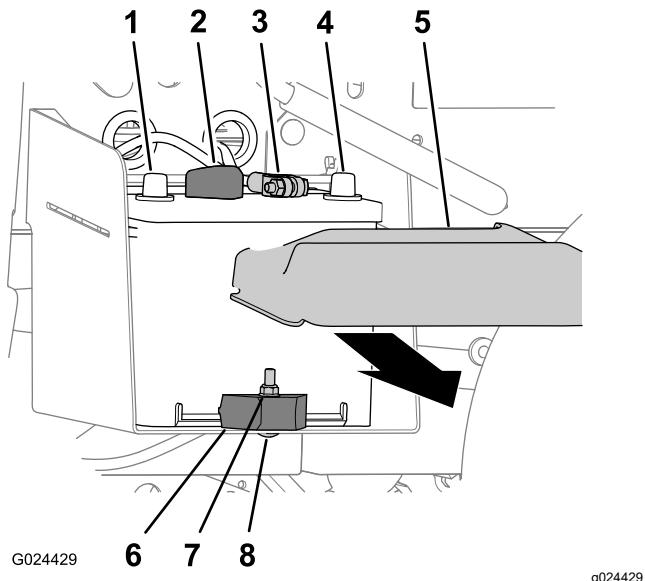

Figura 33
1. Apriete los lados de la tapa de la batería y retire la tapa de la parte superior de la batería (Figura 33).
2. Desconecte el cable negativo del borne de la batería (Figura 33).
3. Desconecte el cable positivo del borne de la batería (Figura 33).
2. Retire la contratuerca, el perno de cuello cuadrado y la abrazadera que sujetan la batería a la bandeja de la batería (Figura 33).
3. Retire la batería de su bandeja (Figura 33).
1. Alinee la batería con la bandeja de la batería de la máquina (Figura 33).
Nota: Asegúrese de que los bornes positivo y negativo de la batería están alineados como se muestra en la Figura 33.
2. Sujete la batería a la bandeja de la batería con la abrazadera, el perno de cuello cuadrado y la contratuerca (Figura 33).
1. Conecte el cable positivo al borne de la batería (Figura 33).
2. Conecte el cable negativo al borne de la batería (Figura 33).
3. Instale la tapa de la batería en la parte superior de la batería (Figura 33).